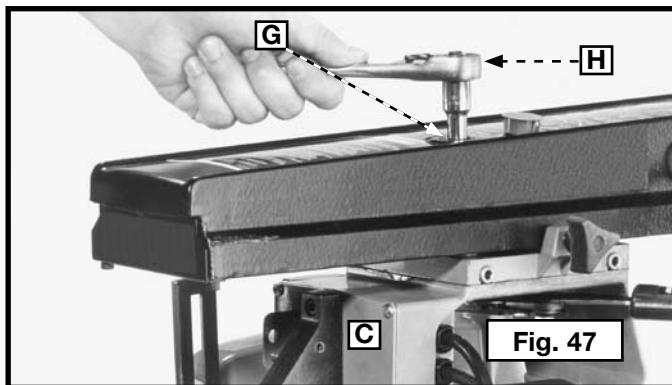

Fig. 47
3. Utiliser une douille de 12,7 mm (1/2 po), une rallonge et un cliquet (H) Figure 47 à travers le trou (G) dans le bras pour desserrer légèrement l'écrou hexagonal sur l'axe ajustable (B) Figure 44 d'environ 1/8 de tour. Répéter l'opération pour les autres roulements à billes.